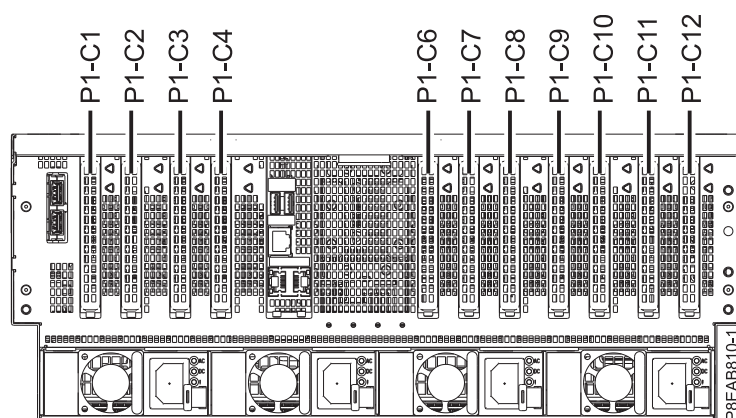

Figura 13. Ubicacions de les ranures de l'adaptador PCIe al sistema 8408-44E o 8408-E8E
1. Familiaritzeu-vos amb les ubicacions de les ranures de l'adaptador PCIe. Els adaptadors PCIe s'instal·len a la part posterior del sistema. A la Figura 13 es mostren les ubicacions dels adaptadors PCIe en un sistema 8408-44E o 8408-E8E.